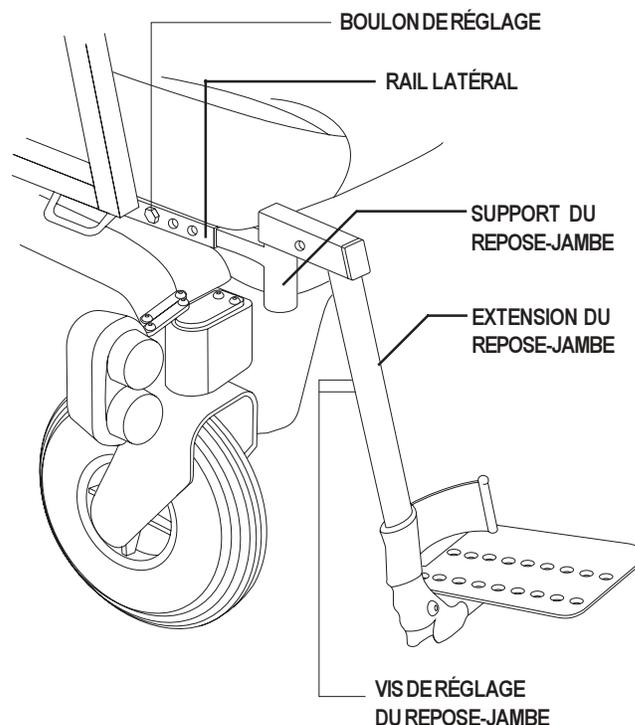

Figure 16. Repose-jambes solides
1. Enlevez les boulons de réglage du rail latéral. Voir la figure 16.
1. Enlevez les vis de réglage de l'extension du repose-jambe. Voir la figure 16.